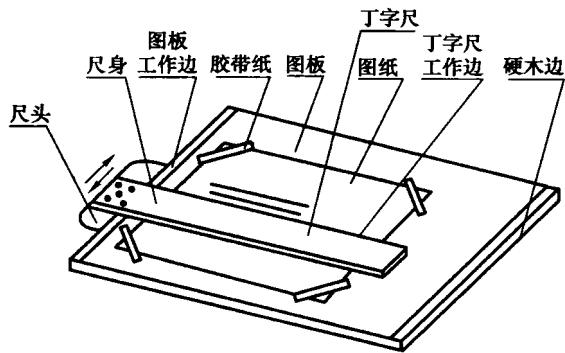

图 2-1 图板及丁字尺
1. 图板 图板是用来安放图纸进行画图的工具，均用木料制成。板面要求平整光滑，图板四周镶有硬木边框。图板的短边为工作边，必须保持平直，它是丁字尺的导边。在图板上固定图纸时，要用胶带纸将图纸贴在图板四角上，并使图纸下方留有放丁字尺的位置，如图 2-1 所示。